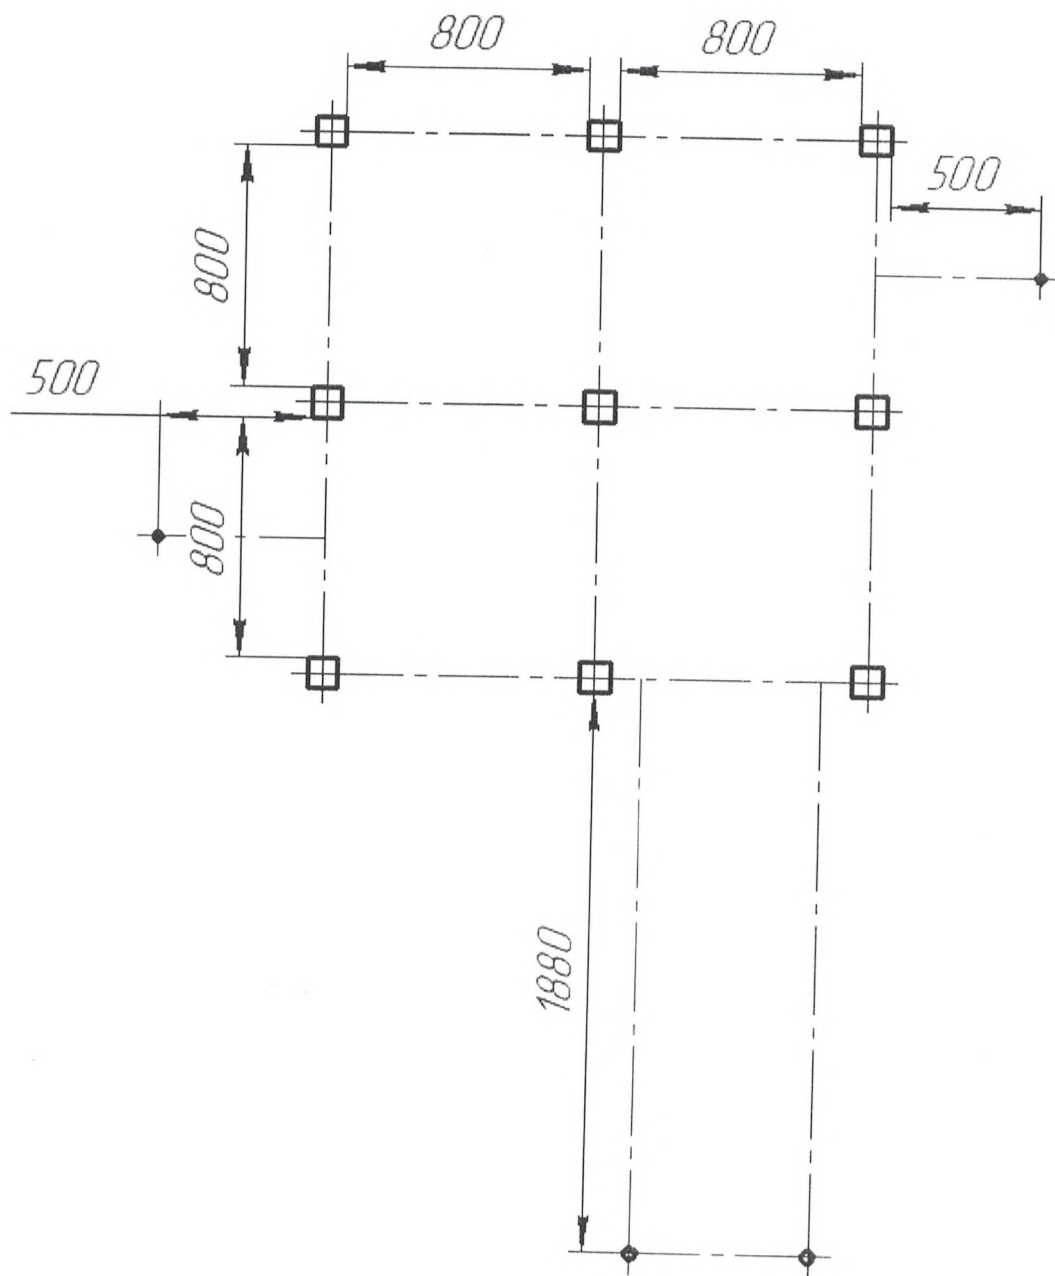

Рис.4 Схема расположения опор
- разметить площадку, согласно схеме расположения опор (рис.4) и подготовить ямы, размером не менее 500 мм;